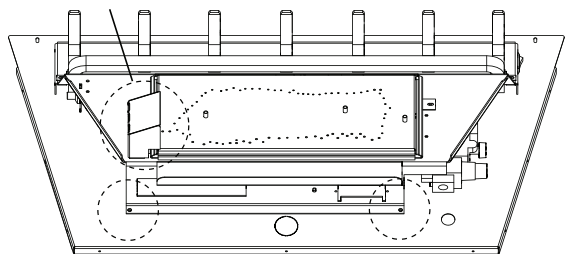
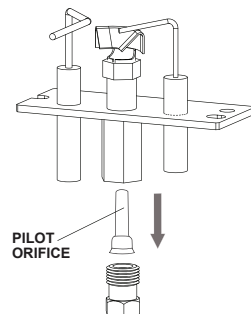

FIG. 1: Vue Arrière de l'Assemblage de Soupape
Fig. 4
- ☐ 2. Retirez les deux vis qui servent à fixer l'assemblage de soupape en place (**Fig. 1**). Retirez l'assemblage vers le haut, débranchez l'adaptateur d'alimentation du module de contrôle puis soulevez-le hors de l'appareil.
- ☐ 7. Retirez les deux (2) vis sécurisant la veilleuse. (**REMARQUE: Vous devez plier la support pilote jusqu'à pouvoir déposer les vis [Fig. 1]**). À l'aide d'un clé sauvegarde, enlevez le tube de la veilleuse du partie inférieure de la veilleuse (**Fig. 4**). Enlevez l'injecteur de veilleuse et remplacez-le avec l'injecteur fourni. Rattachez le tube de la veilleuse et l'assemblage de la veilleuse.